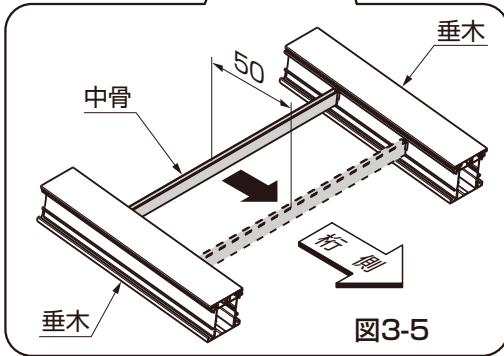

図3-5
②中骨を50mm程度桁側に移動してください。(図3-5参照)
③8尺出幅の場合は、垂木掛け側の中骨を取外してください。